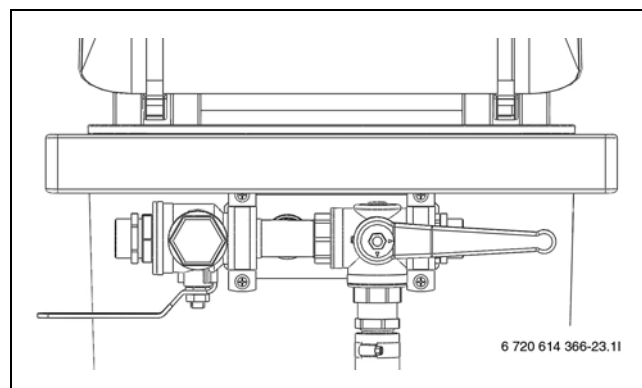

Bild 27 Påfyllnadsstation i påfyllningsläge
- ▶ Vrid ventilerna på påfyllnadsstationen till påfyllningsläge och fyll kretsen med köldbärarvätska (→ Bild 27).